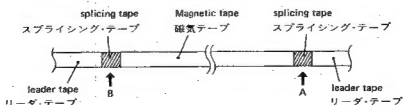

Fig. 4-10 Photo sensor adjustment (2)
2. Playing in REV direction, magnetic tape portion of test tape consists of elements in Fig.4-10(MTT-5551 tape, etc.) adjust R57 so that a voltage of 3.0 V is obtained at TP.5(+), TP.6(-).
5. Set AUTO REVERSE switch in \curvearrowright position, then play tape in FWD mode from point A in Fig.4-10. Check that tape motion changes in REV play mode at point B, then changes is FWD play mode at point A.
2. Fig.4-10に示す構成のテスト・テープ (MTT-5551 等) の磁気テープ部分を REV プレイで走行させたとき、TP. 5(+), TP.6(-)の電圧が 3.0 V になるよう R57 を調整する。
5. AUTO REVERSE スイッチを \curvearrowright 位置にセットし、テープを Fig.4-10 の A 点より FWD プレイさせる。テープが B 点の位置で REV プレイに反転し、その後 A 点の位置から再び FWD プレイ動作することを確認する。